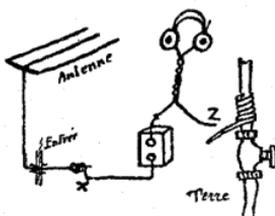

Figure 15
**Antenne.** — Pour vérifier rapidement l'isolement d'une antenne, prenez le montage d'essai au casque, vérifiez celui-ci, placez le fil X à l'arrivée de l'antenne et touchez avec Z le fil de terre (Fig. 15). Un son très faible s'entendra, il sera même continu et chantant, c'est normal. Si le